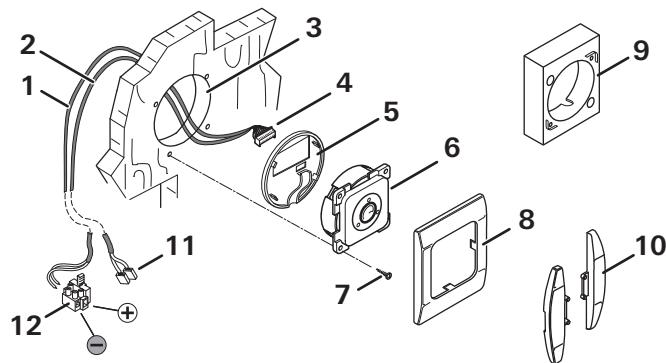

Fig. 3
- ▶ Scegliere una posizione adatta per l'unità di comando (Fig. 3) in modo che sia ben visibile.
- ① Il cavo di collegamento è lungo 6 m. Se necessario, è disponibile una prolunga di 5 m (n° art. 34300-01).